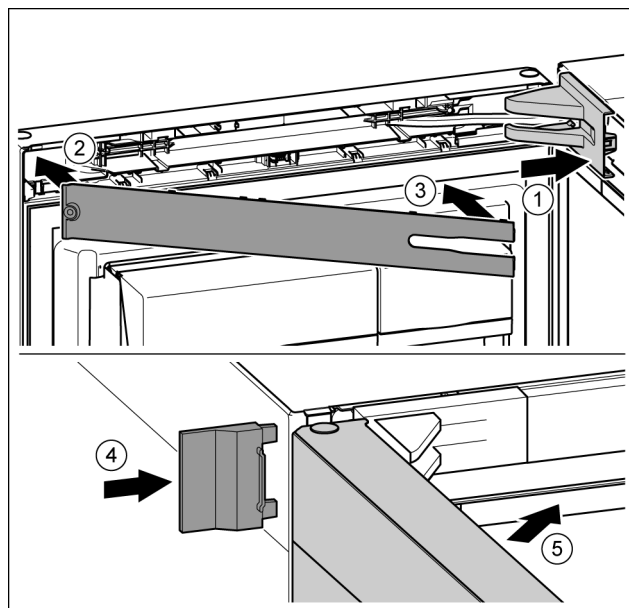

Fig. 23
- ▶ Nasadte a zaklapněte kryt stojanu ložiska, příp. opatrně přitlačte od sebe. Fig. 23 (1)
- ▶ Nasadte záslepku. Fig. 23 (2)
- ▶ Záslepku sklopte a zaklapněte. Fig. 23 (3)
- ▶ Vnější kryt nasuňte. Fig. 23 (4)
- ▶ Zavřete horní dveře. Fig. 23 (5)